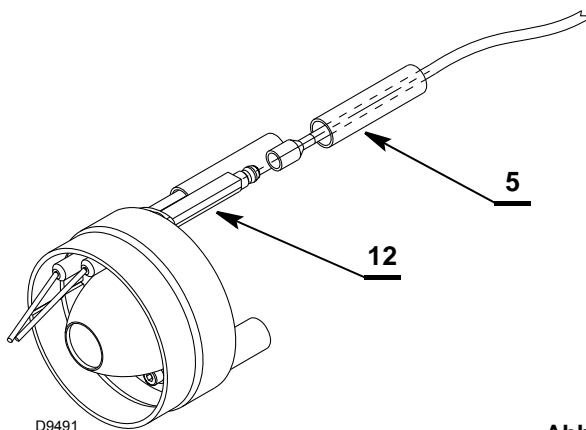

Abb. 27
- Die Drähte 5) (Abb. 27) auf die Elektroden 12) stecken und prüfen, ob die Kabeln mit den Elektroden fest verbunden sind (gegebenenfalls die Kabelklemmen festziehen), anschließend die Klemmen mit den Isolierhörnchen schützen.